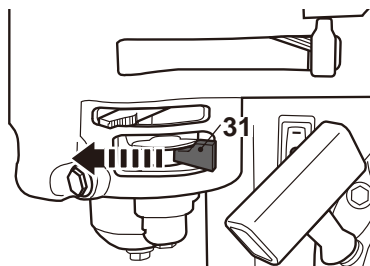

Fig. 28
- > Mueva la palanca de combustible (31) a la posición de apagado **OFF** para cerrar el canal de combustible (Fig. 28).